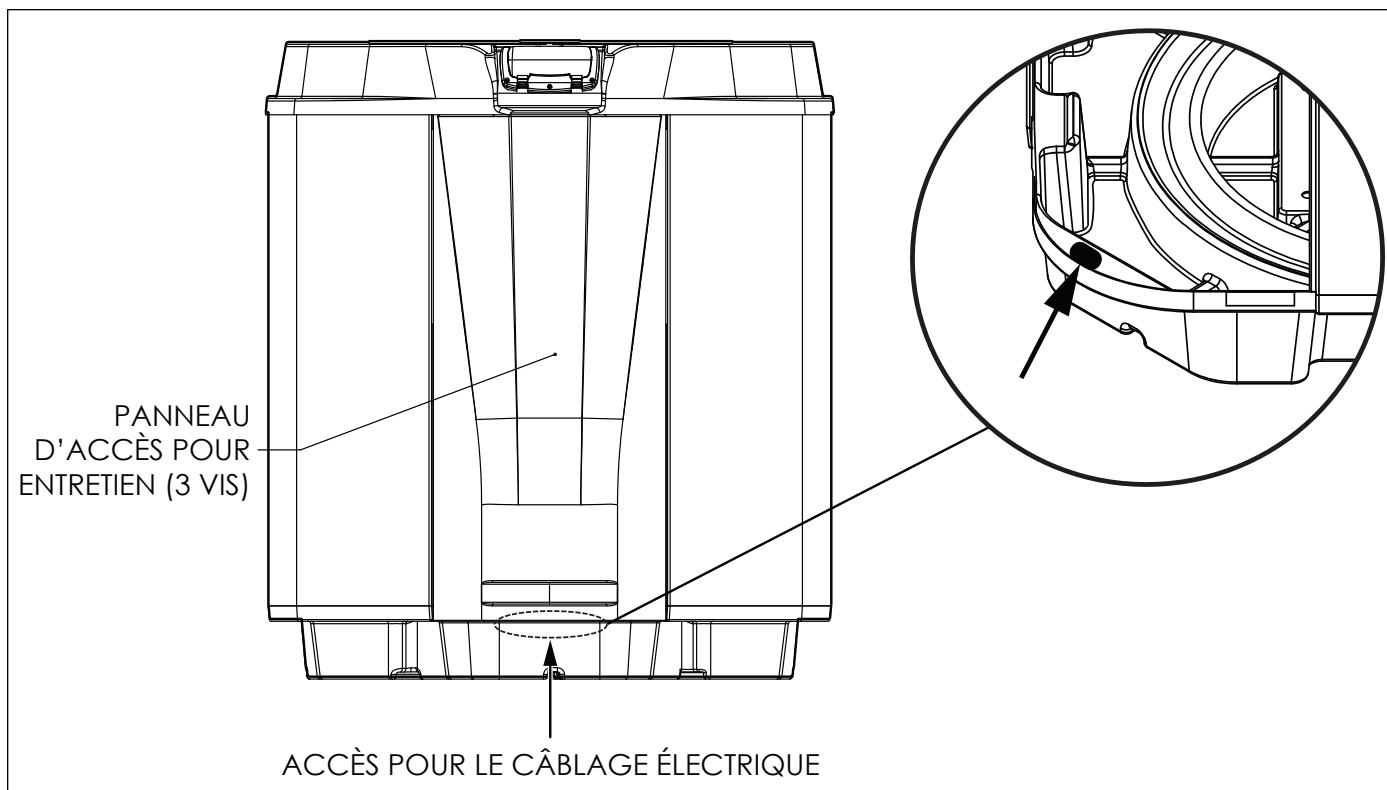

Figure 9. Vue avant thermopompe JRT de Jandy
2. Retirer les trois (3) vis qui fixent le panneau de service/ d'accès à l'unité de thermopompe (voir Figure 9).
2. Retirer les vis qui fixent le panneau de service/d'accès à l'appareil de thermopompe et le couvercle à la boîte de jonction (voir Figure 9).
3. Acheminer les fils du système de contrôle de la piscine/du spa dans le conduit de connexion étiqueté « Low Voltage Connection », situé en bas à droite de la thermopompe (voir Figure 9).
2. Retirer les vis qui fixent le panneau de service/d'accès à l'appareil de thermopompe et le couvercle à la boîte de jonction (voir la figure 9).
2. Retirer les trois (3) vis qui fixent le panneau avant à la thermopompe et le retirer. Se reporter à la Figure 9.
5. Faire passer quatre (4) fils de cuivre pleins de 22 AWG dans la membrane souple basse tension située sur le côté inférieur gauche de la thermopompe. Les fils peuvent mesurer jusqu'à 300 pieds (91,4 m) de longueur.